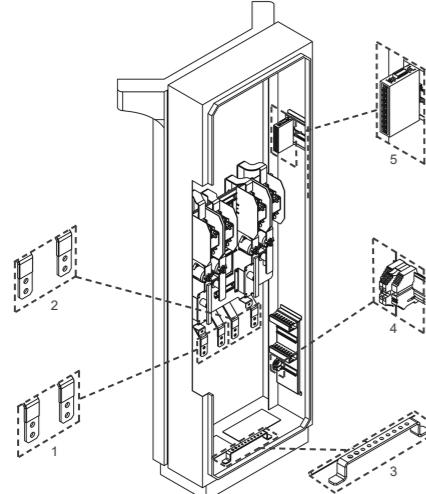

Figura 5.1: Conexiones de los cables de alimentación CC, CA (X1) y puesta a tierra (PE) provenientes de la Cabina de Potencia
La sección del cable de puesta a tierra (PE) fue definida previamente durante la instalación de la Cabina de Potencia. La conexión a tierra del Tótem se realiza a través de la barra de puesta a tierra ubicada en la parte inferior del Tótem, según el ítem 3 de la Figura 5.1. Conecte primero el cable de puesta a tierra (PE) utilizando terminal tipo ojo (terminal de anilla), preaislado o de compresión. El torque recomendado para el apriete de los tornillos M12 de los terminales tipo ojo es de 84 Nm.
5.1.2 Cables de Alimentación de Corriente Continua (CC)
Los cables de alimentación de corriente continua (CC), previamente definidos durante la instalación de la Cabina de Potencia, deben conectarse a los barras +1DC/-1DC y +3DC/-3DC, según los ítems 1 y 2 de la Figura 5.1, utilizando terminal tipo ojo, preaislado o de compresión. El torque recomendado para el apriete de los tornillos M12 de los terminales tipo ojo es de 84 Nm.
- Es necesario realizar la conexión de los cables de corriente continua (CC) respetando la polaridad de los terminales positivo y negativo (+/-), de acuerdo con la placa de identificación presente en la Cabina de Potencia y en los Tótems.
5.1.3 Cables de Fuente de Alimentación Auxiliar (CA)
La alimentación de mando en corriente alterna (CA) del Tótem se realiza a través de los bornes "X1", X1:1 y X1:2, según el ítem 4 de la Figura 5.1. Las secciones de los cables de alimentación de corriente alterna (CA) fueron previamente definidas durante la instalación de la Cabina de Potencia. La tensión de alimentación es 220 VCA 50/60 Hz, suministrada por la Cabina de Potencia. El Tótem cuenta con un interruptor automático de protección (16 A) "Q1", exclusivo para el circuito de alimentación CA.